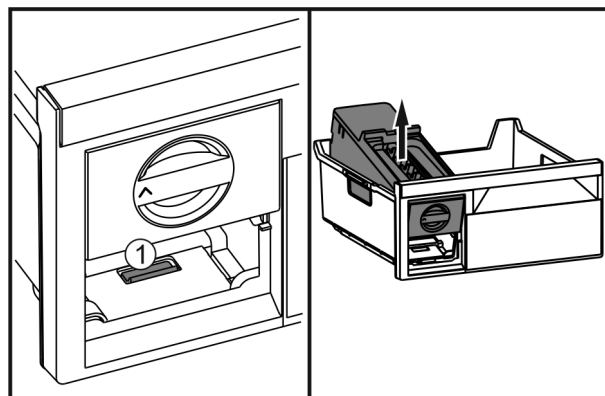

Fig. 51
- 按下卡舌 Fig. 51 (1)，从后面提起 EasyTwist-Ice 并将其从冷冻抽屉中取出。